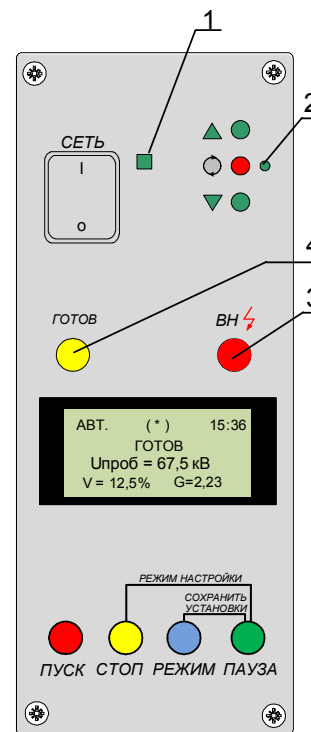

Рисунок 2
4.9 На лицевой панели (см. рисунок 2) установки расположены: